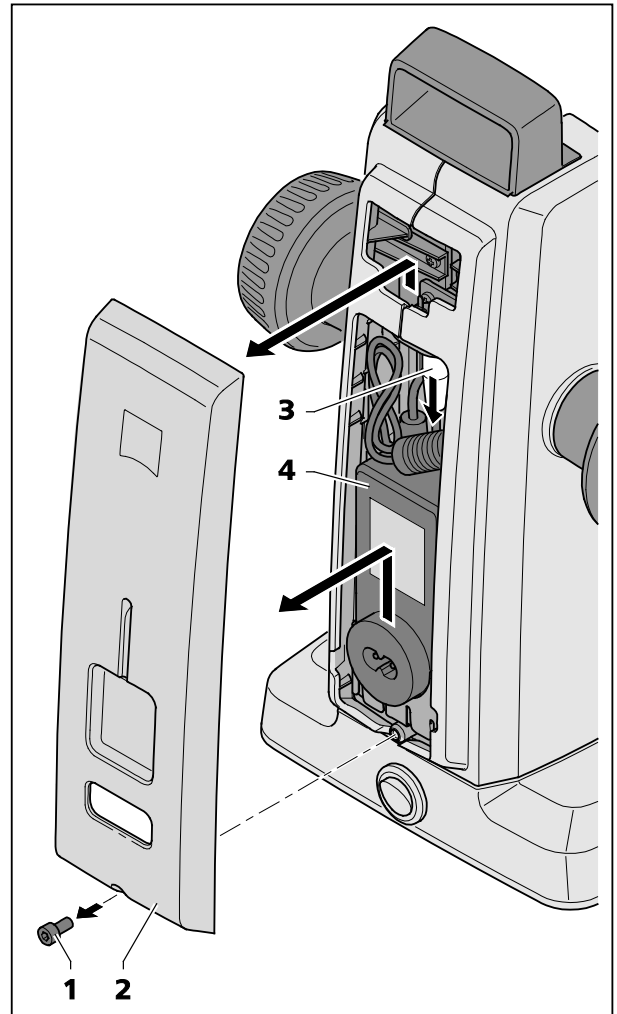

Fig. 27 Cambiare l'alimentatore
- Svitare mediante la brugola la vite (Fig. 27/1), situata sul lato inferiore del coperchio della scatola.
- Estrarre il coperchio della scatola (Fig. 27/2) leggermente sul lato inferiore e schiacciarlo in alto.
- Allentare la spina (Fig. 27/3) e togliere l'alimentatore da tavola guasto (Fig. 27/4).